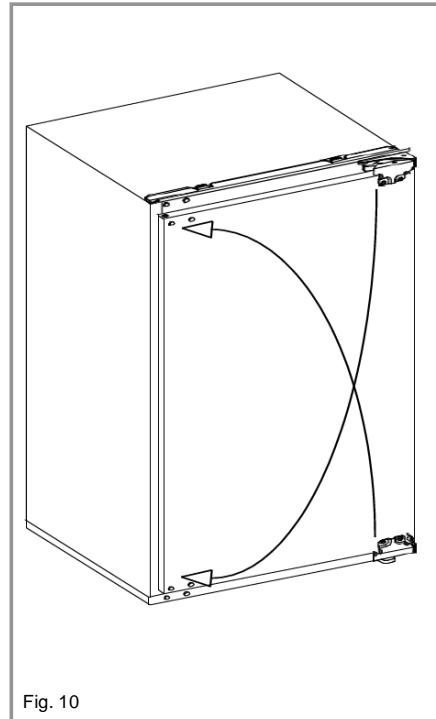

Fig. 10
6. Desloque as dobradiças para os cantos opostos, como indicado na Fig. 10